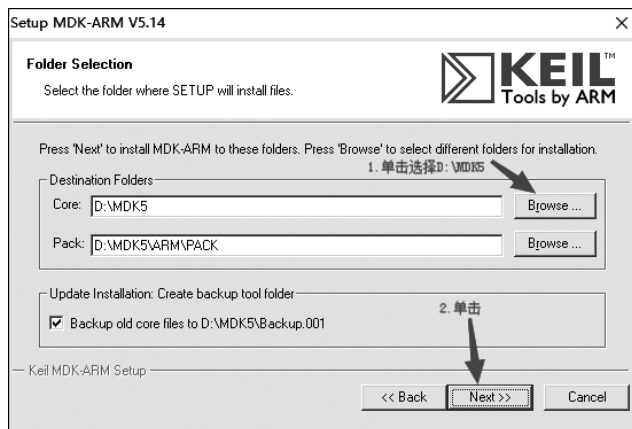

图 3-14 选择安装路径
(6) 选择存放路径(安装路径不能包含中文、最好不要有空格和特殊字符),将文件存放至 MDK5 文件夹下,单击 Next 按钮,如图 3-14 所示。